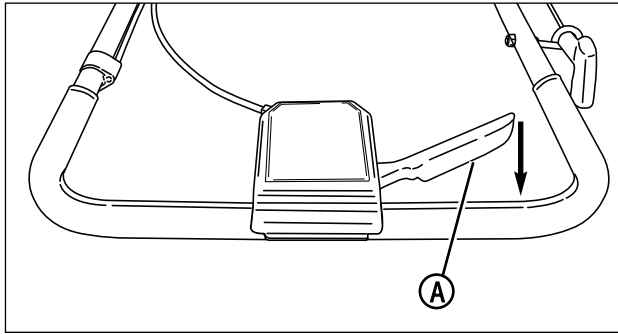

Figura 4: Control del sistema de tracción de las ruedas
2. Comience oprimiendo el control del sistema de tracción de las ruedas **(A, Figura 4)** hacia atrás hacia el asidero para activar el sistema de tracción de las ruedas e impulsar hacia adelante el cortacésped. La velocidad hacia adelante puede aumentarse oprimiendo adicionalmente el control del sistema de tracción de las ruedas hacia atrás hacia el asidero.